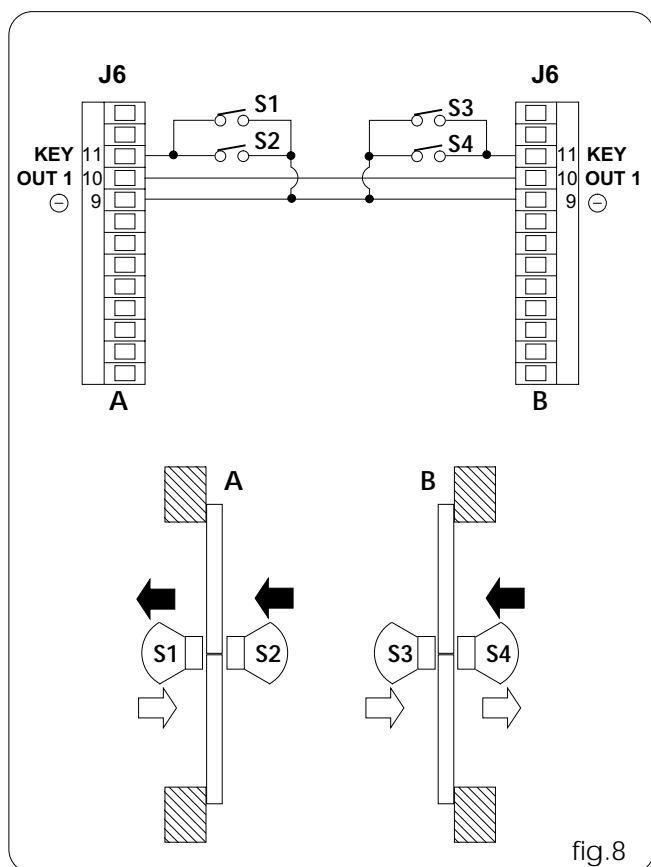

fig.8
- Realizar las conexiones entre las regletas de bornes J6 de las dos tarjetas 940SDM, y de los sensores como se muestra en la fig.8.